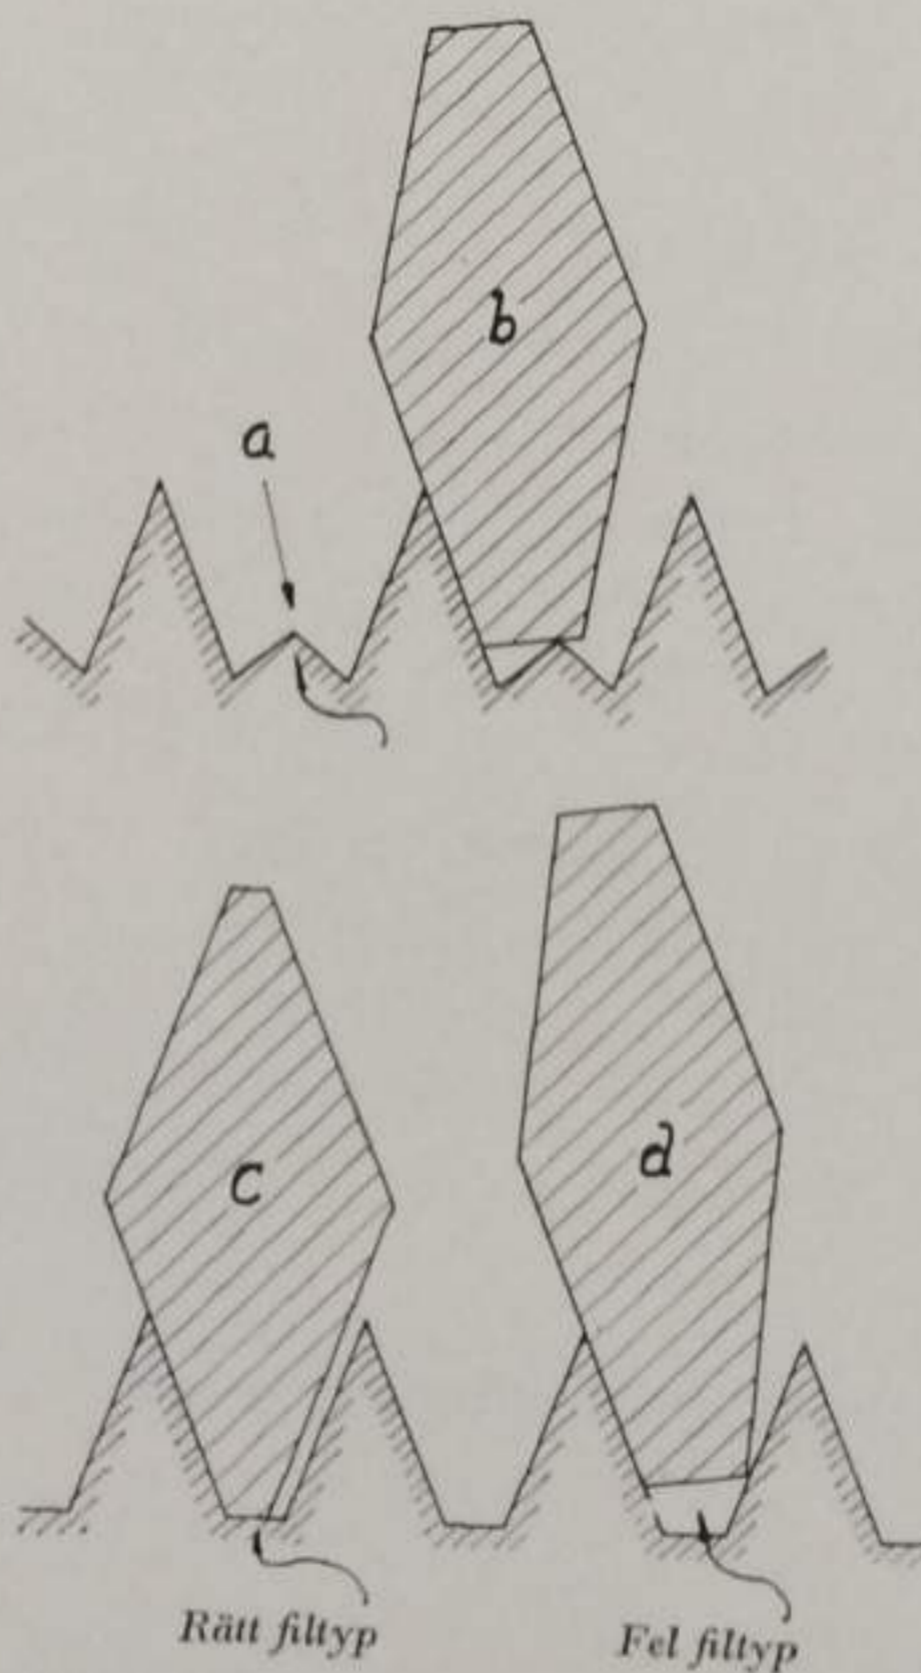

Fig. 14.
2. Se till att filen passar i »sågtand-luckan», (fig. 14 c). Användes en för tunn fil uppstår i tandluckan en rygg, som minskar spånutrymmet, (fig. 14 a), och som fullständigt förstör kanten på den rätta filtypen, om man efteråt använder denna, (fig. 14 b). Tvinga icke heller fram en för bred fil med olämplig sektion i en trång tandlucka, (fig. 14 d), ty då förstöres filen genast.